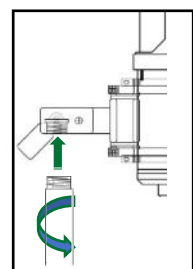

図8
2. マイクスタンドのアームを緩め、スタンドアームをサスペンションマウントのアームのネジ山にねじ込みます (図8)。